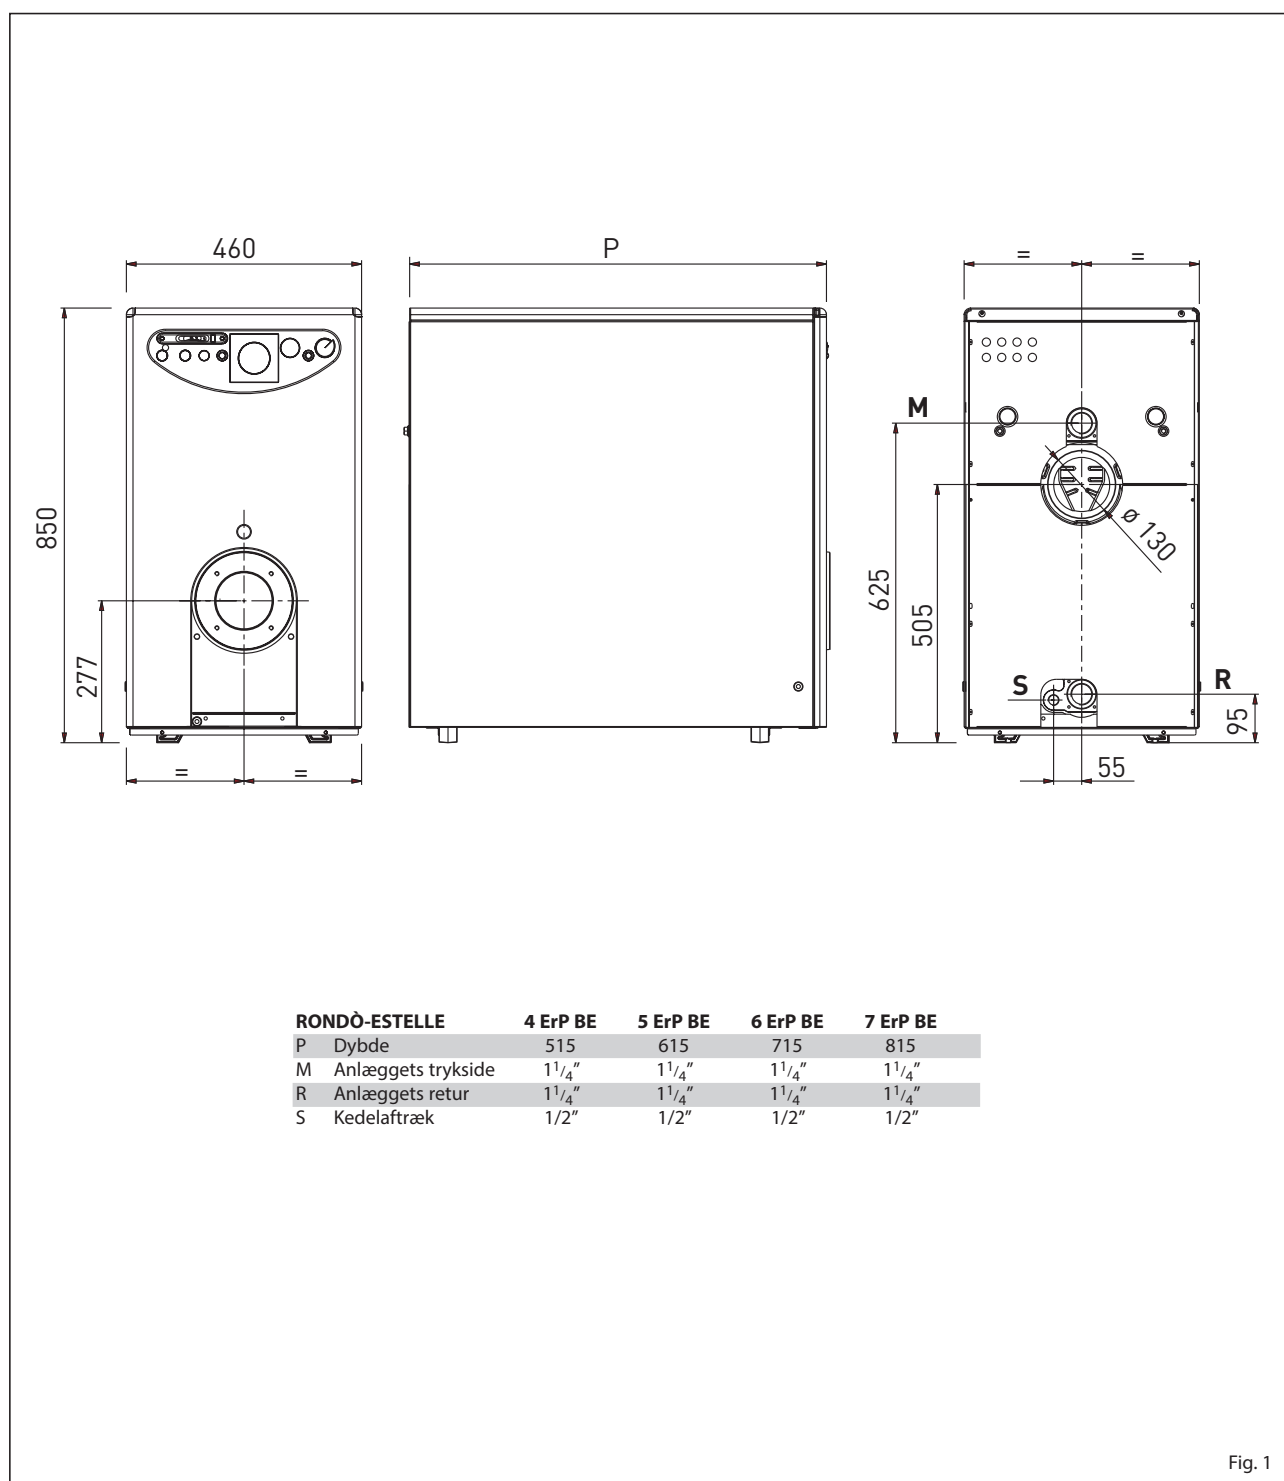

Fig. 1
1.2 MÅL (fig. 1)
1.2.1 Skilt med tekniske oplysninger (fig. 1/a)